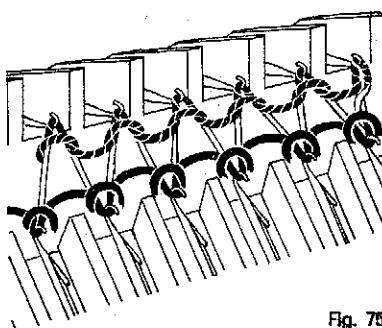

Fig. 75
**3a vuelta:** Tubular cama delantera, (2a vuelta tubular, Fig. 75)